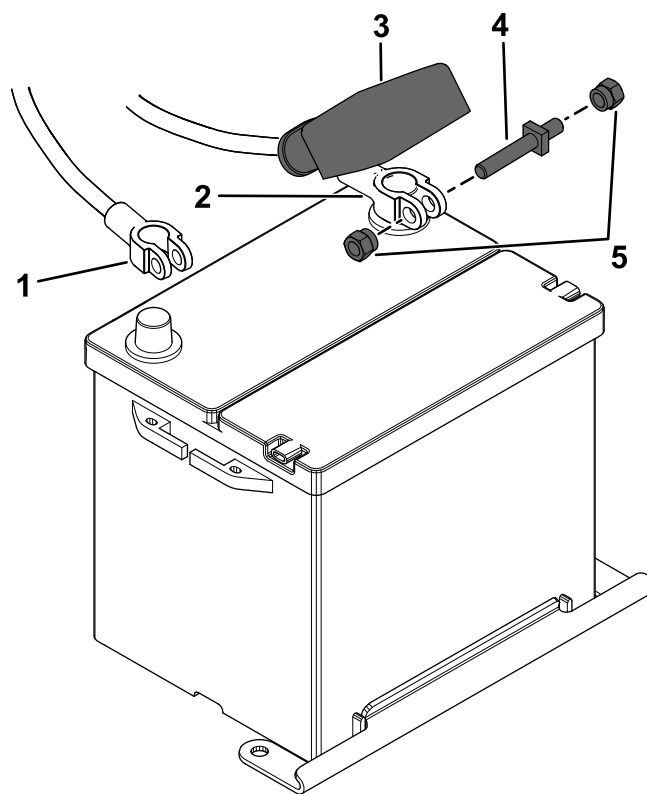

Figure 76
1. Débranchez les câbles de la batterie (Figure 76).
2. Rebranchez les câbles de la batterie (Figure 76).